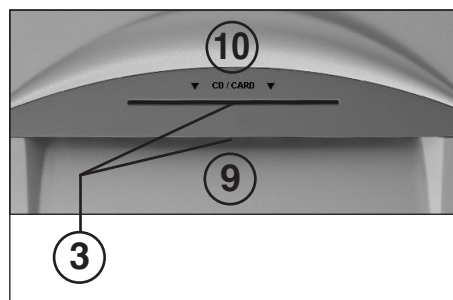

Рис. 2
- 3 = Светодатчик (для движения вперед) (рис. 2)
- подавать бумагу в режущий механизм через приемное отверстие для подачи бумаги (9) (рис. 2)
- подавать носители информации (CD, DVD или кредитные карточки) по одному в режущий механизм через отдельно расположенное безопасное приемное отверстие (10) (рис. 2).